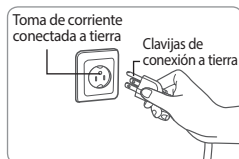

Figura 1
- Si no está seguro de cómo realizar la conexión a tierra o de si el producto está correctamente conectado a tierra, consulte con un electricista cualificado o con un técnico de servicio. Escoja un enchufe de conexión a tierra que se parezca al que aparece en la Figura 1.